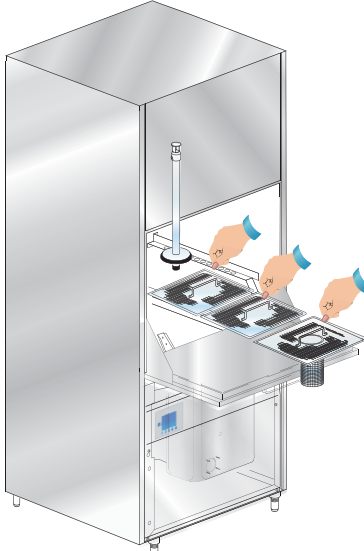

Abb. 2
- Die Oberflächenfilter entnehmen und unter fließendem Wasser reinigen (siehe Abb. 2). Das im Tank enthaltene Wasser ablassen (siehe Abschn. 3.1.3).